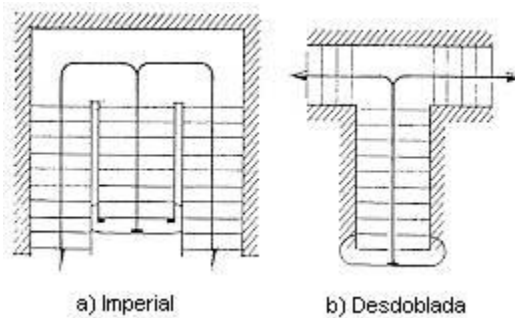

Fig 7: Escalera desdoblada
- Desdoblada: Consta de un sólo tramo central que conduce al rellano intermedio, del cual parten dos tiros laterales. (Fig 7 a y b).